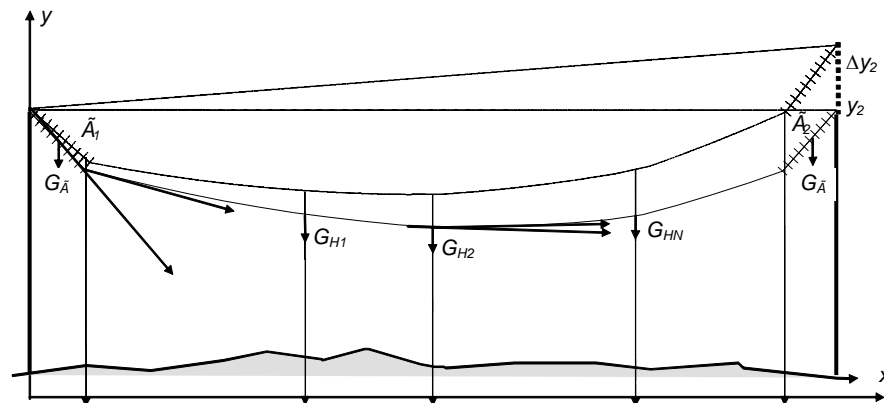

Рис. 1 Пояснения к расчету кривой провисания провода
- ❑ весь пролет рассматривается состоящим из множества участков (рис.1): гирлянда изоляторов  $\Gamma_1$ , участок провода до сосредоточенной нагрузки  $G_{H1}$ , участок провода до сосредоточенной нагрузки  $G_{H2}$  и так далее, участок провода до сосредоточенной нагрузки  $G_{HN}$ , участок провода до гирлянды изоляторов  $\Gamma_2$ , гирлянда изоляторов  $\Gamma_2$ . Если на проводе нет натяжных изоляторов и сосредоточенных нагрузок, то весь пролет рассматривается как один участок;